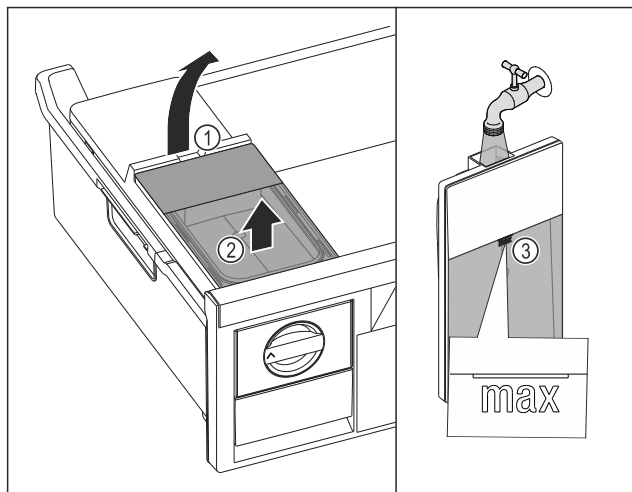

Fig. 98
- ▶ Zvedněte nádržku na vodu za vybrání Fig. 98 (1).
- ▶ Vyjměte nádržku na vodu nahoru. Fig. 98 (2)
- ▶ Naplňte nádržku na vodu pitnou vodou až po značku Fig. 98 (3).